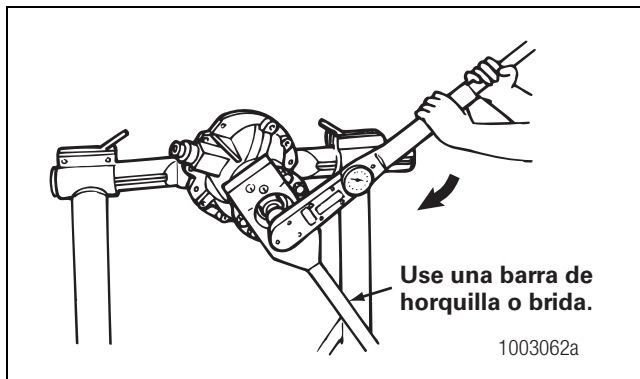

Figura 5.37
4. Coloque la tuerca y la arandela, si se requiere, del piñón de mando sobre el eje impulsor del piñón y contra el collar de la horquilla. Use una barra de brida o de horquilla para apretar la tuerca contra el collar de la horquilla según las especificaciones de torsión. Figura 5.37. Consulte la Sección 8.